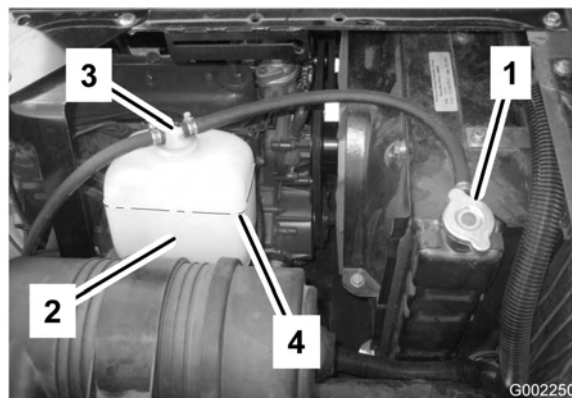

Figura 53
- Quando o motor estiver frio, retire o tampão do radiador (Figura 53).